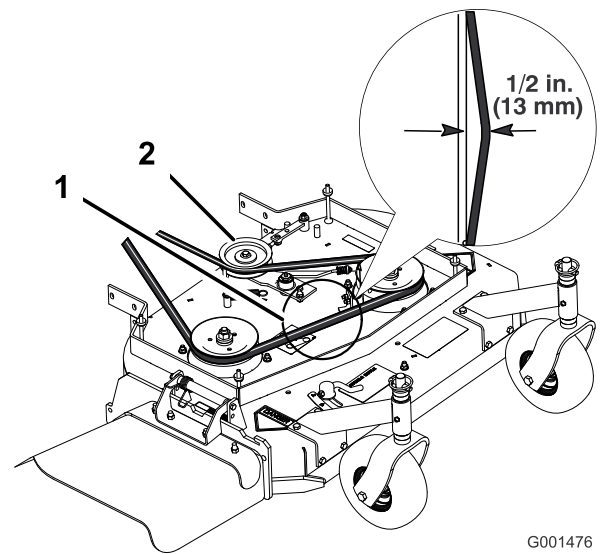
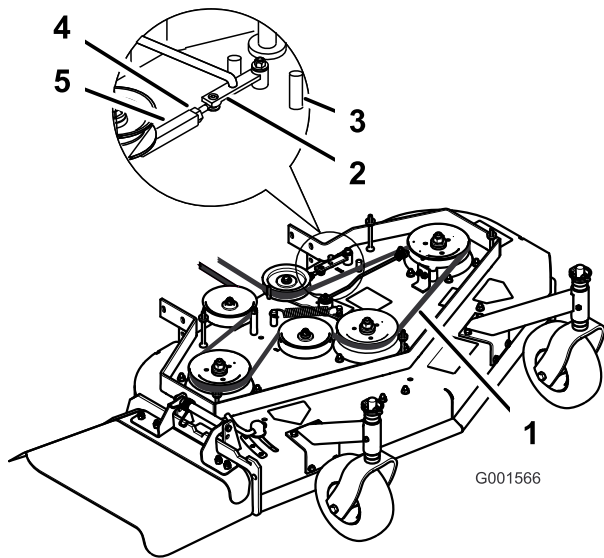

Figure 51
**Figure 52**
**Remarque:** La tension correcte de la courroie du tablier de coupe est de 44-67 N (10-15 lb-pi) avec une flèche de 13 mm (1/2") à mi-chemin entre les poulies (Figure 51 ou Figure 52).
3. Desserrez le contre-écrou sur le tendeur (Figure 51).
4. Tournez le tendeur vers l'arrière du tablier de coupe pour augmenter la tension sur la courroie. Tournez le tendeur vers l'avant du tablier de coupe pour réduire la tension sur la courroie (Figure 51).
**Remarque:** La tension correcte de la courroie du tablier de coupe est de 44-67 N (10-15 lb-pi) avec une flèche de 13 mm (1/2") à mi-chemin entre les poulies (Figure 51).
**Remarque:** La tension correcte de la courroie du tablier de coupe est de 44-67 N (10-15 lb) avec une flèche de 13 mm (1/2") à mi-chemin entre les poulies (Figure 52).